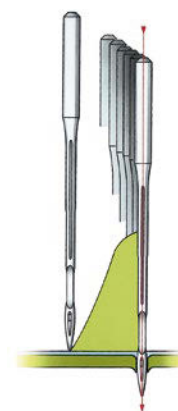

fig. 4
2. La forma especial de las agujas de coser botones reduce la resistencia a la penetración hasta el 43 %. Esto hace que la aguja sufra un esfuerzo menor y se proteja el material de costura y la máquina (fig. 4 y 5)